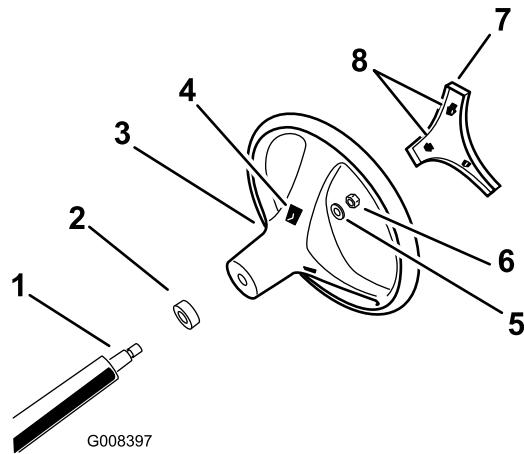

Figura 3
- Fixe o volante no eixo com a porca de bloqueio e aperte-a a 24 a 29 N·m como se mostra na Figura 3.
- Alinhe as patilhas da tampa com as ranhuras no volante e coloque a tampa no volante (Figura 3).